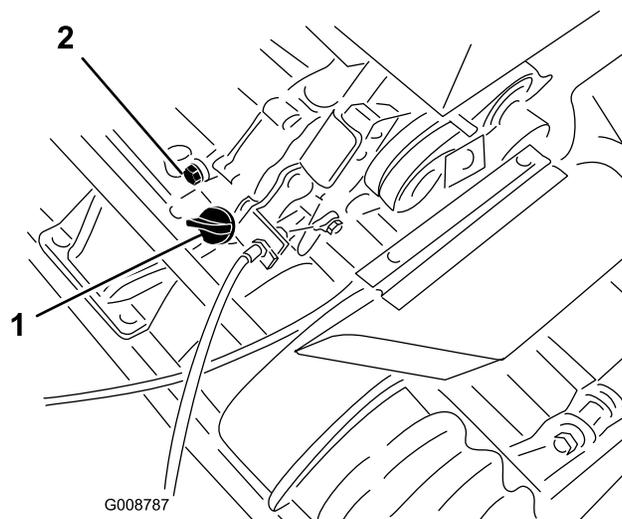

Рисунок 23
1. Установите газонокосилку так, чтобы двигатель располагался горизонтально, и очистите зону вокруг масломерного щупа (Рисунок 23).
2. Поместите сливной поддон под сливную пробку в задней части машины (Рисунок 23).